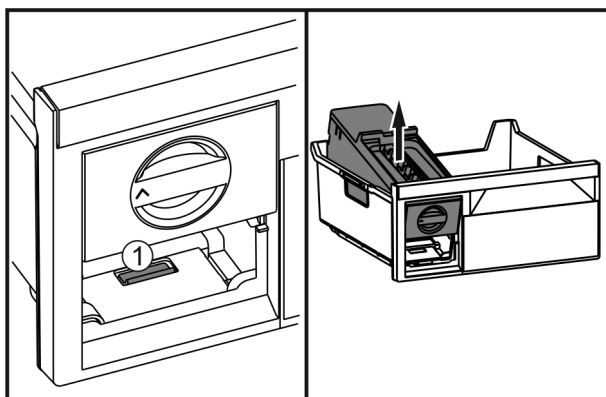

Fig. 67
- ▶ Натиснути на накладку Fig. 67 (1), EasyTwist-Ice підняти ззаду і витягнути з висувного ящика для заморожування.